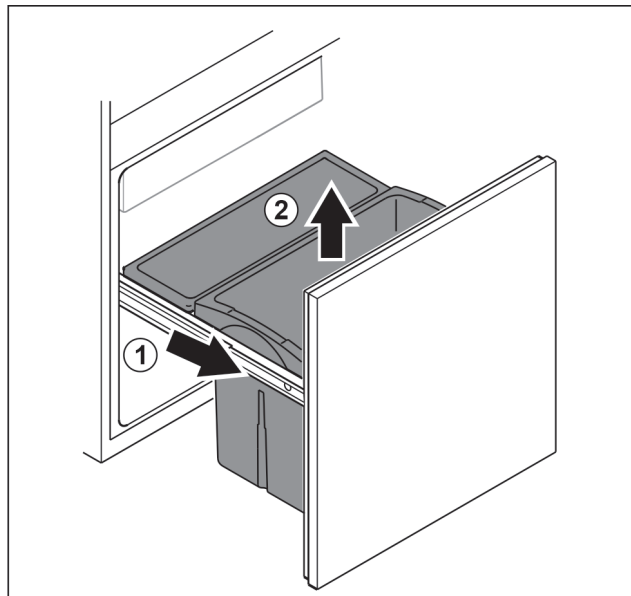

Fig. 32
- ▶ Extraire complètement le chariot coulissant Fig. 32 (1).
- ▶ Retirer le tiroir par le haut Fig. 32 (2).